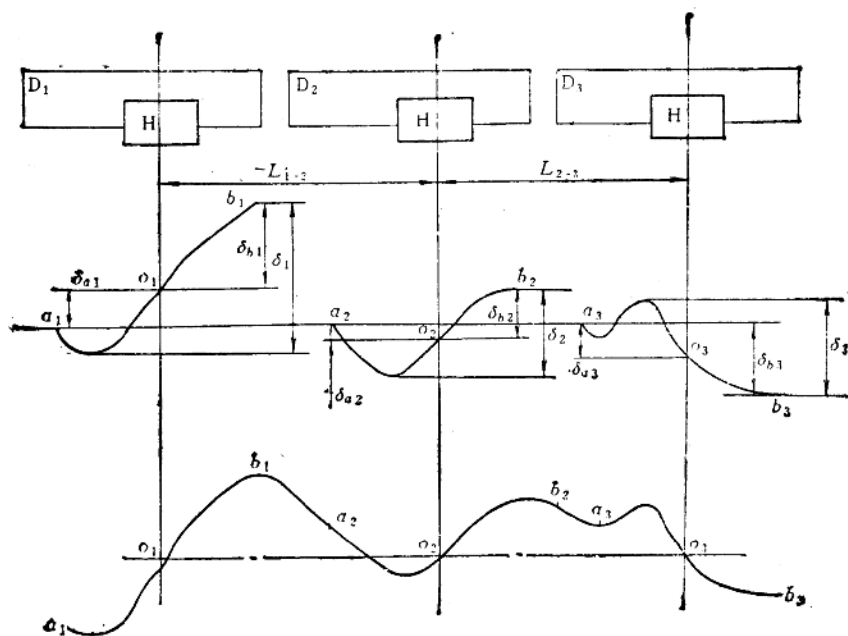

图22-3-8 误差中点接长示意及总误差曲线图
(1) “误差中点”接长原则 下面用零位误差的概念, 以图22-3-8为例, 介绍“误差中点”接长原则。零位误差曲线是当产品出厂时与产品同时发出, 每块定尺有一张零位误差曲线, 它表示出厂时, 生产厂家对每一块尺都进行了检查。
图22-3-8中 $o_1$ 、 $o_2$ 、 $o_3$ 是三块欲接在一起的定尺的零位误差曲线的误差中点, 若以此误差的中点做为误差的零点, 正负偏差相等, 若以 $o_1$ 点为起始接长点, 移动至 $o_2$ 点, 接上 $D_2$ 定尺, 再移到 $o_3$ 点接上定尺3, 则三块定尺的总的误差曲线如图22-3-8所示。
(2) “等偏差点”排尺原则 由图22-3-8可看出, 误差中点接长时, 以 $b_1a_2$ 接缝为例,  $b_1$ 点的误差曲线是上升的, 而 $a_2$ 点的零位误差是下降的, 定尺1对 $b_1$ 点来说, 对 $o_1$ 的偏差为 $\delta_{b1}$ , 定尺2对 $a_2$ 点来说, 对 $o_2$ 的偏差为 $\delta_{a2}$ , 它们之差值为: